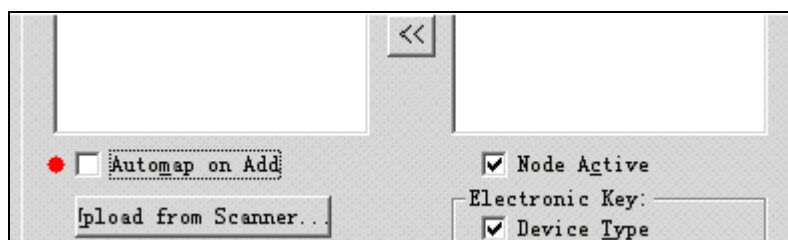

图 4-22 改变自动映像选项
16. 我们在上步中选中了 Automap on Add，所以我们省略了手动映射输入/输出，如果我们如图 4-22 所示点击掉 Automap on Add，如红色标记，则我们需要做下面的两步。